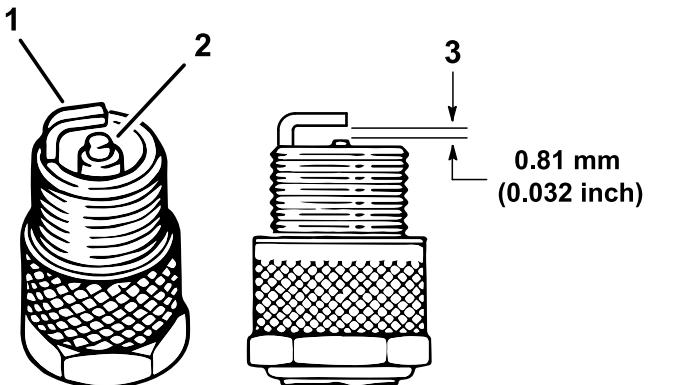

Рисунок 37
4. Проверьте состояние бокового электрода, выровняйте по центру электрод и выровняйте по центру изолятор электрода, чтобы избежать повреждений (Рисунок 37).
5. Установите зазор между центральным и боковым электродами на 0,81 мм, как показано на Рисунок 37.